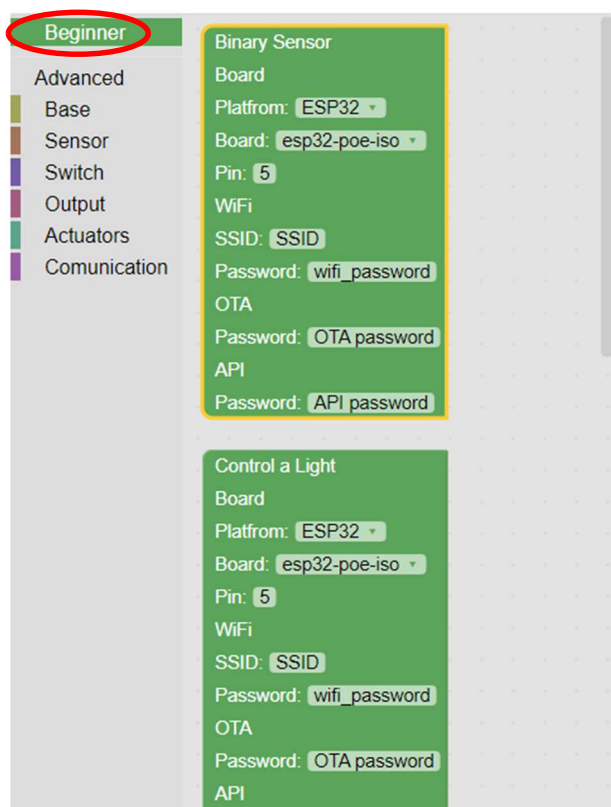

Figura 3 - Seleção do bloco
1. Comece por aceder ao separador “*Beginner*” e de seguida arraste o bloco para o *workspace* (Figura 3).